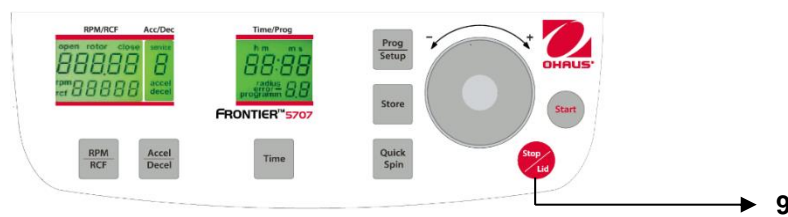

Figura. 25
Mediante il tasto **"Stop/Lid"** (9) (Vedere figura 25) è possibile interrompere il ciclo in ogni momento. Dopo aver premuto il tasto, la centrifuga decelererà all'intensità preselezionata fino a che non si arresta.